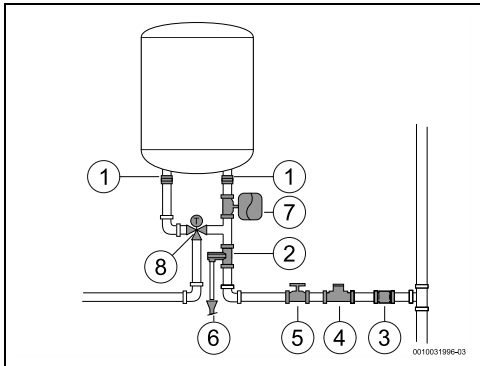

fig. 13
- ▶ instaloni një valvulë reduksioni (Fig. 13, [4]). Valvula e çlirimit të presionit aktivizohet gjithnjë pasi presioni i ujit në depozitë tejkalon 8 bar (± 1 bar) dhe uji i shkarkimit duhet të kanalizohet jashtë.
- ▶ instaloni një enë zgjerimi (Fig. 13, [7]) për të evituar hapjen kaq të shpeshtë të valvulës së çlirimit. Vëllimi i enës së zgjerimit duhet të jetë i barasvlershëm me 5% të vëllimit të pajisjes.